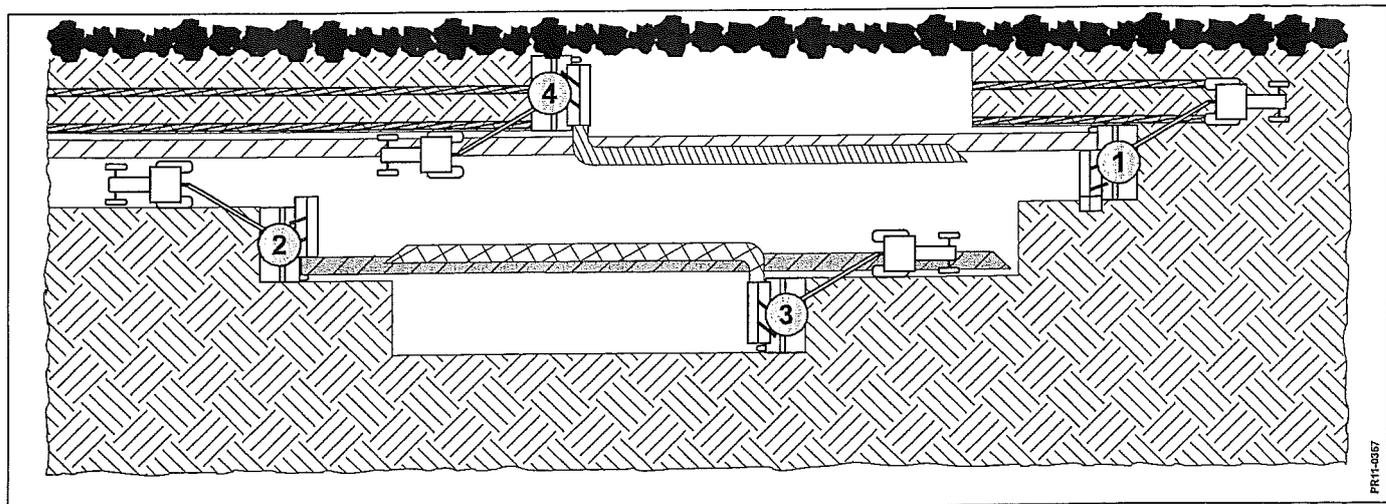

Fig. 3-12
Fig. 3-12 ① - ④ viser rækkefølgen på den mest brugte måde ved åbning af marken med en UNIFLEX maskine. Herved placeres det yderste dobbeltskår i god afstand fra markskellet. Dette kan være en fordel for efterfølgende store, pladskrævende opsamlingsmaskiner.